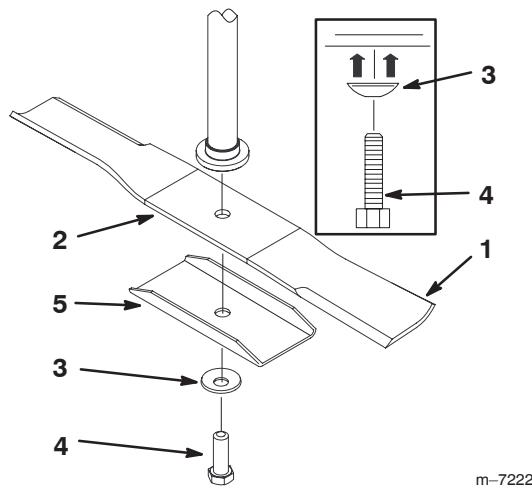

Figure 36
Tenez la lame à son extrémité avec un chiffon ou un gant épais. Enlevez le boulon, la rondelle bombée, le renfort et la lame de l'axe (Fig. 36).
2. Vérifiez l'équilibre de la lame en la plaçant sur un équilibrEUR (Fig. 38). Si la lame reste horizontale, elle est équilibrée et peut être utilisée. Si la lame est déséquilibrée, limez un peu l'extrémité de la partie incurvée seulement (Fig. 36). Répétez la procédure jusqu'à ce que la lame soit équilibrée.
1. Placez la lame sur l'axe avec le renfort de lame (Fig. 36).
2. Installez le renfort et le boulon de fixation (Fig. 36). Serrez le boulon de lame à 47–88 Nm (35–60 pieds-livre).